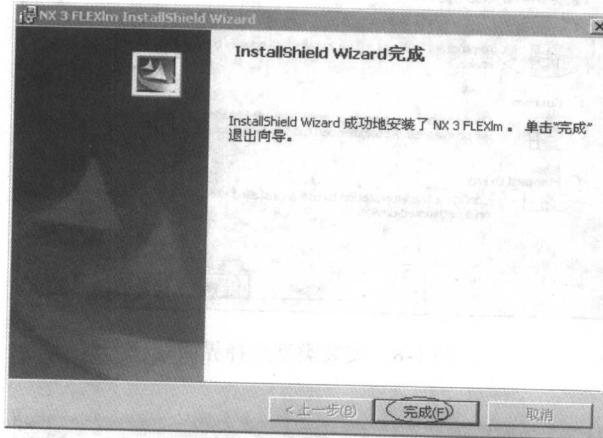

图 1-6 NX3FLEXlm 程序安装完成提示界面
(8) 单击【安装】按钮,开始 NX3FLEXlm 程序的安装。安装过程完成后,出现 NX3FLEXlm 程序的安装完成提示界面,如图 1-6 所示,表示 UG 服务程序安装完成。